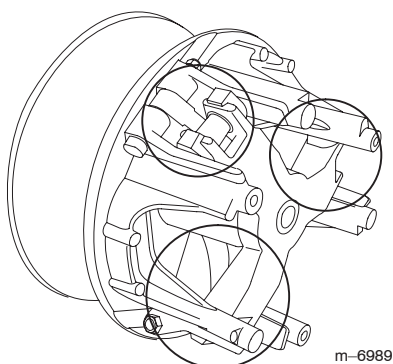

Figure 57
5. Lubrifiez les pièces mobiles aux endroits indiqués par des cercles sur la Figure 57 avec du lubrifiant sec Toro en aérosol, disponible auprès des concessionnaires ou distributeurs Toro agréés.